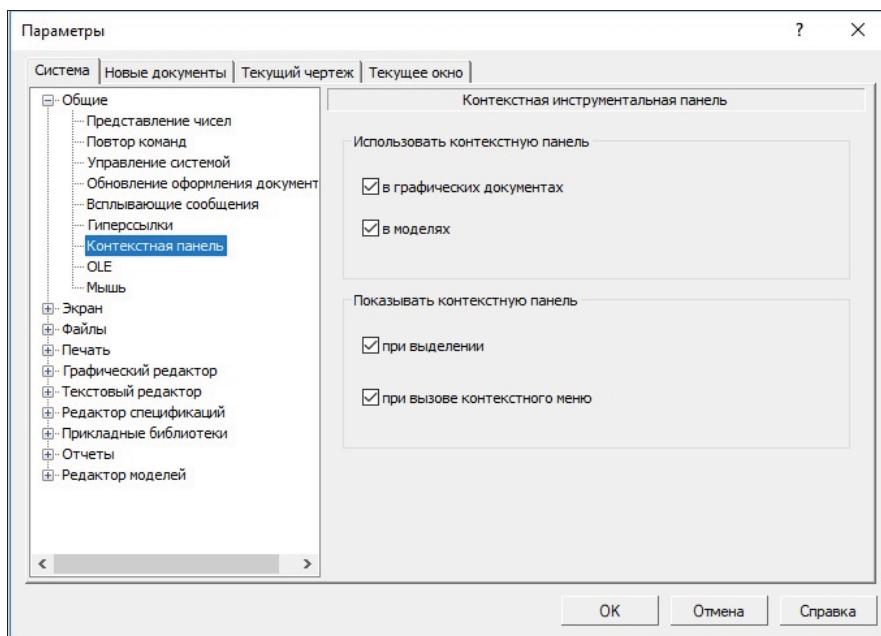

Рис. 4.4. Диалоговое окно **Параметры** с открытой панелью **Контекстная панель**
- ◆ щелкните ЛК мыши по пункту **Контекстная панель**. В правой части откроется вкладка **Контекстная инструментальная панель** (рис. 4.4). На этой панели для быстрого вызова команд в графических документах и в моделях включены все опции. Работа с контекстными панелями будет рассмотрена в следующих уроках;